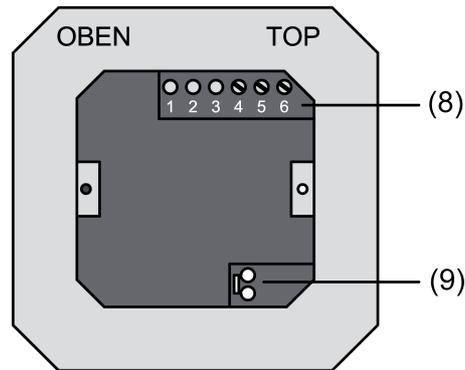

Bild 3: Anschlussklemmen-Einsatz mit Anschlüssen
- (8) Anschlussleiste Binäreingänge
- (9) Anschluss KNX
- Die abisolierten Busleitungen in die Anschlussklemme (9) im Anschlussklemmen-Einsatz einstecken (Bild 3)